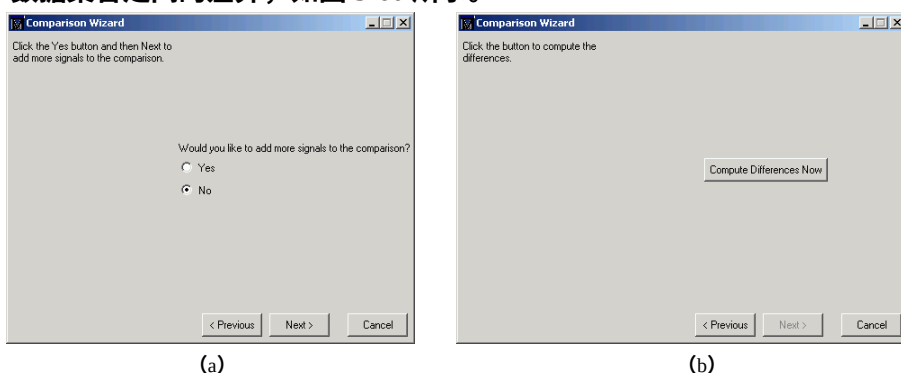

图3-60 波形比较对话框
8. 在接下来的对话框中将【Would you like to add more signals to the comparison】设置为【No】，进入第 4 个对话框后单击 **Compute Differences Now** 按钮，软件将开始计算数据集之间的差异，如图 3-60 所示。